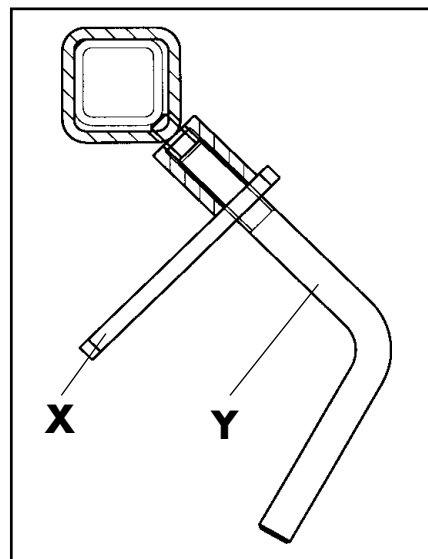
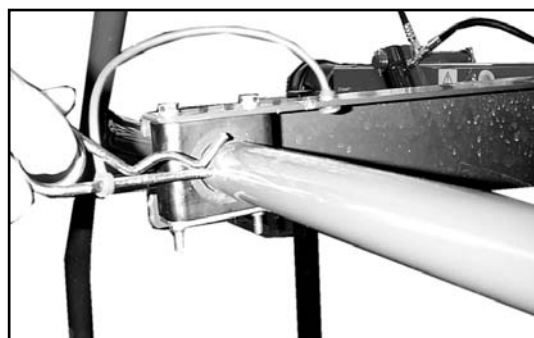

Fig. 3-8
Fig. 3-11
- Tirer le mécanisme de sécurité (fig. 3-11)
- Faire attention à ce que le drap d'andain soit fixé sans jeu. Serrer la vis à garret « Y » en pivotant en même temps la planche d'andainage et bloquer au moyen de l'étrier « X » (fig. 3-8).
- Faire attention à ce que le drap d'andain soit fixé sans jeu. Serrer la vis à garret « Y » en pivotant en même temps la planche d'andainage et bloquer au moyen de l'étrier « X » (fig. 3-8) et assurer à l'aide de la fiche de sécurité (fig. 3-11).